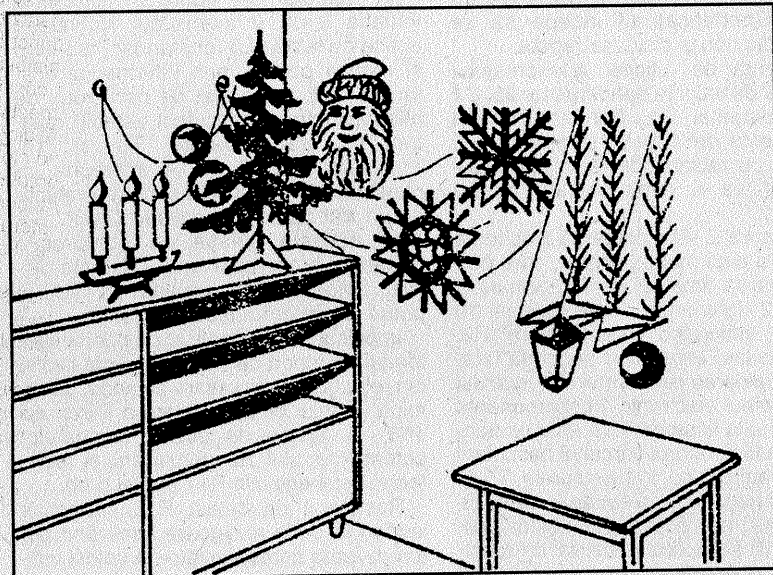

Fig. 1
1. Colț de cameră unde puteți fixa pe perete o mască a lui Moș Crăciun, imaginea mult mărită a unor „fulgi” (cristale) de zăpadă tăiați din pătrate de carton alb cu latura de 150-200 mm, o aplică lucrată din sârmă de aluminiu (grosime: 2mm) vopsită cu bronz argintiu sau auriu, pe care agățați crenguțe de brad natural (sau din material plastic), globuri colorate, lampioane, figuri de pitici, ciuperci etc. Pe o mobilă din apropiere, așezați un mic brad natural (fixat în suport de lemn sau metalic ori într-un ghiveci pentru flori umplut cu nisip). Decorați-l cu globuri mici de sticlă și fire de beteală. Alături așezați un suport cu câteva lumânări colorate. Uniți obiectele expuse pe perete cu cele de pe mobilă printr-o punte alcătuită din fire lungi de beteală (fig. 1).